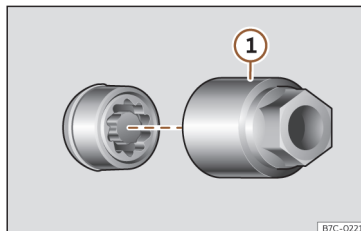

Fig. 166 Tornillo antirrobo de la rueda con capuchón y adaptador.
- Encaje el adaptador especial» **fig. 166 ①** (herramienta de a bordo)» pág. 259 en el tornillo antirrobo de la rueda hasta el tope.